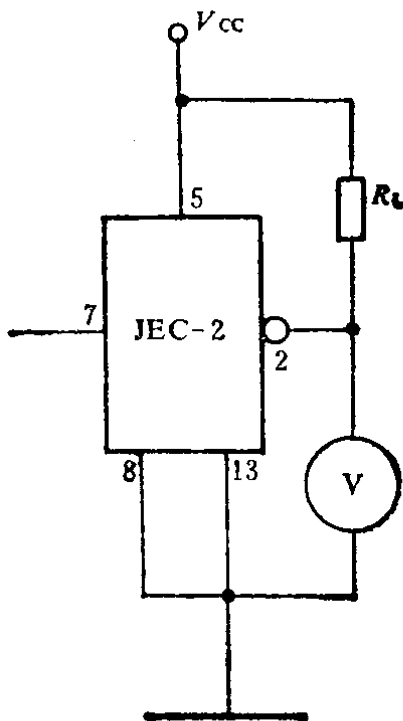

图 5
亦称“输出高电平”。测试线路见图 5。图中, R_L 的取值视产品质量档位而定: JEC-2、JEC-2 A、JEC-2 B 均取 $R_L = 400 \Omega$; JEC-2 C 的 $R_L = 600 \Omega$ 。由于此时 JEC-2 的输入端 ⑦脚是悬空的, 因而整个集成电路处于截止状态。此时与 ②脚相联的电压表 ⑤的读数则为截止电平 V_{OH} 。通常, 以 V_{OH} 大于 11V 为合格。